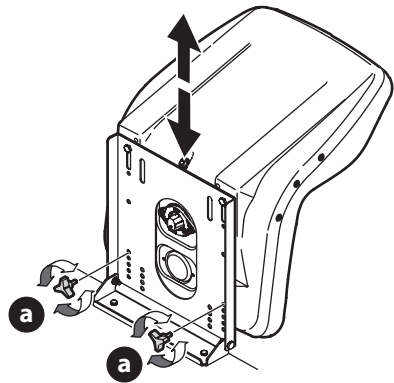

Figura 12
12. Vuelva a colocar las perillas en uno de los cuatro ajustes de los orificios y ajústelas bien (Figura 12).